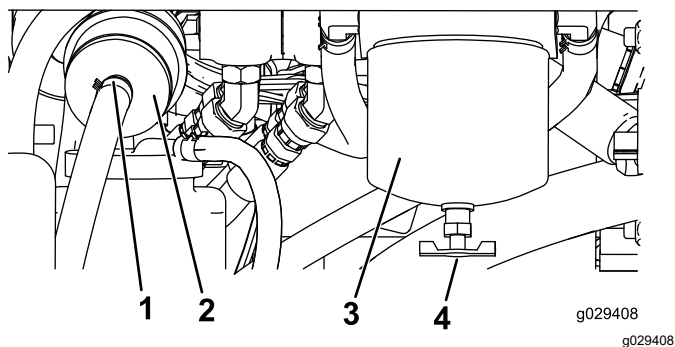

図 47
4. エンジン後方にある燃料フィルタ 図 47 を探し出し、その下に回収容器をおく。
4. エンジン右側にある燃料フィルタ 図 47 を探し出し、その下に汚れていない容器をおく。
5. フィルタ容器 (図 47) の周辺をウェスできれいにぬぐう。
6. フィルタ容器を外して取り付け部をきれいに拭く 図 47。
9. ガスケットが取り付け部に当るまで手でフィルタをねじ込み、そこからさらに  $\frac{1}{2}$  回転締め付ける 図 47。
10. 燃料フィルタ容器の左側にあるインラインフィルタ 図 47 を探し出し、フィルタの側面についている燃料の流れ方向を示す矢印の向きを確認する。
11. インラインフィルタの前後両方のクランプをゆるめて、フィルタをホースから外す 図 47。外したフィルタは廃棄する。
12. 新しいフィルタにホースを接続する 図 47 フィルタについている矢印がエンジン電気燃料ポンプの方を向くように取り付けること。